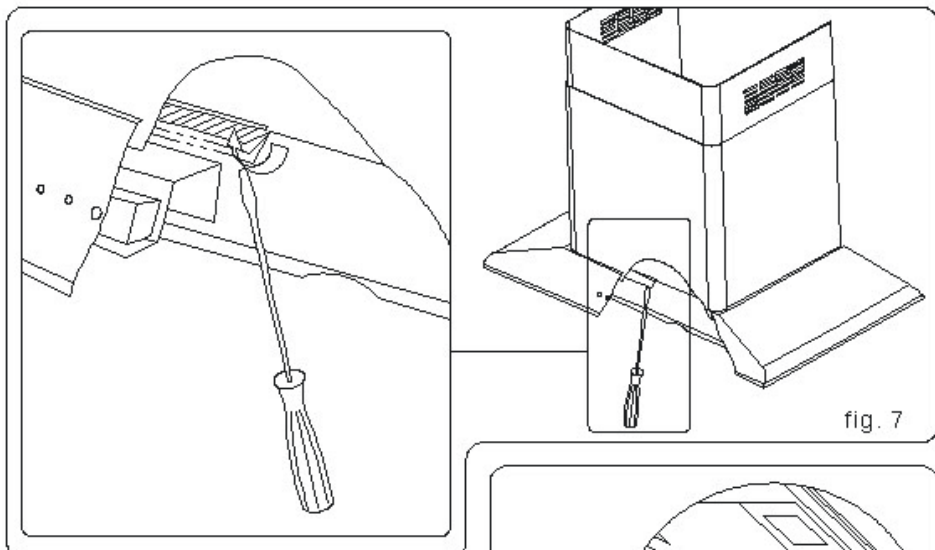

fig. 7
- 4) Munirsi di un giravite e alzare la linguetta all'interno della scocca ,per fare aderire il camino al mantello **fig7**
- 4) Nehmen Sie einen Schraubenzieher zur Hand und heben Sie damit Lasche im Gehäuseinneren an, damit der Schacht fest am Gehäusemantel anhaften kann. (**Abb. 7**)
- 4) Using a screwdriver, raise the tab inside the base section, to ensure the flue adheres to the base section (fig. 7);